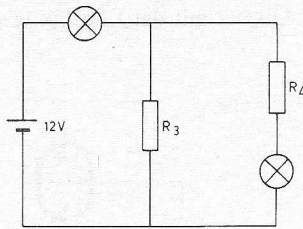

Fig. 2
b. Men kan ook de schakeling van fig. 2 gebruiken.
b. Omdat in fig. 2 de grootste stroom in het linkerlampje vloeit, is dit hier het lampje van 3 V. De spanning op R_3 is dus $12 - 3 = 9$ V. De spanning op R_4 is $9 - 6 = 3$ V en deze weerstand is dus $3/0,2 = 15 \Omega$. De stroom in R_3 is $0,4 - 0,2 = 0,2$ A en deze weerstand $R_3 = 9/0,2 = 45 \Omega$.
In fig. 2 levert de accu een stroom van 0,4 A, dus een vermogen van $12 \times 0,4 = 4,8$ W. Het rendement is nu $2,4/4,8 = 1/2 = 50\%$.